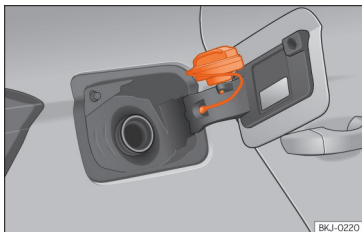

Fig. 181 Tampa do depósito com o tampão encaixado.
- Coloque-a no espaço existente na dobradiça da tampa aberta »» **Fig. 181.**